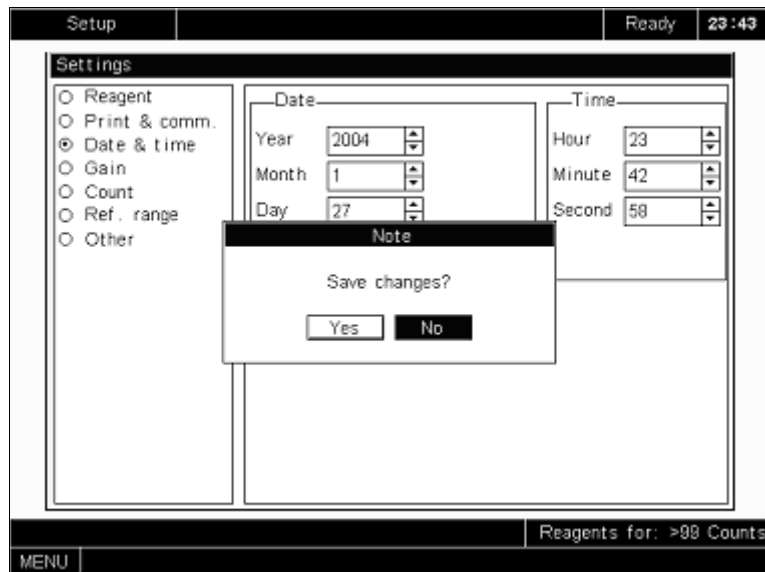

Abbildung 5-18 Speichern von Änderungen
32. [MENU] drücken. Es erscheint eine Dialog-Box, um Sie daran zu erinnern, die Änderungen zu speichern, wie in Abbildung 5-18 dargestellt. **KLICKEN** Sie auf "Ja", um die Änderungen zu speichern und in das System-Menü zurückzukehren; oder **KLICKEN** Sie auf "Nein", um in das System-Menü zurückzukehren, ohne die Änderungen zu speichern.